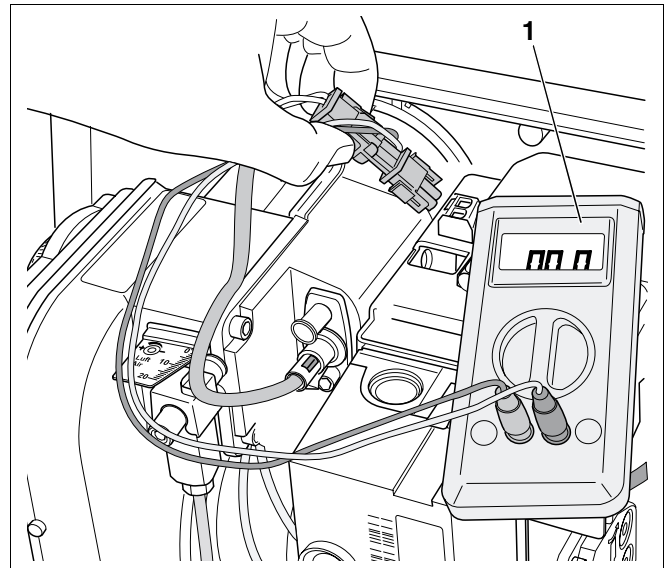

Fig. 22 Måling af følerstrøm
Tilslut et jævnstrømsmikroamperemeter (fig. 22, **pos. 1**) i serie med fotomodstanden (+pol til klemme 12, maks. 5 k Ω indre modstand i instrumentet). Fotostrømmen skal i drift ligge mellem 65 μ A og 200 μ A ved 230 V~ (uden flamme < 5 μ A).